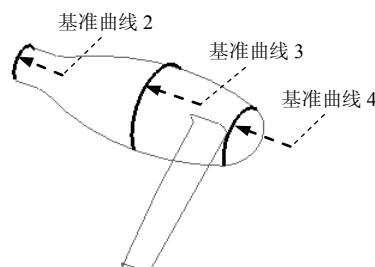

图 6.7.32 选择第二方向曲线
② 选择第二方向曲线。单击操控板中的第二方向曲线操作栏, 按住 Ctrl 键, 依次选择基准曲线 2、基准曲线 3 和基准曲线 4 (图 6.7.32) 为第二方向边界曲线。
(3) 单击操控板中的“完成”按钮 。